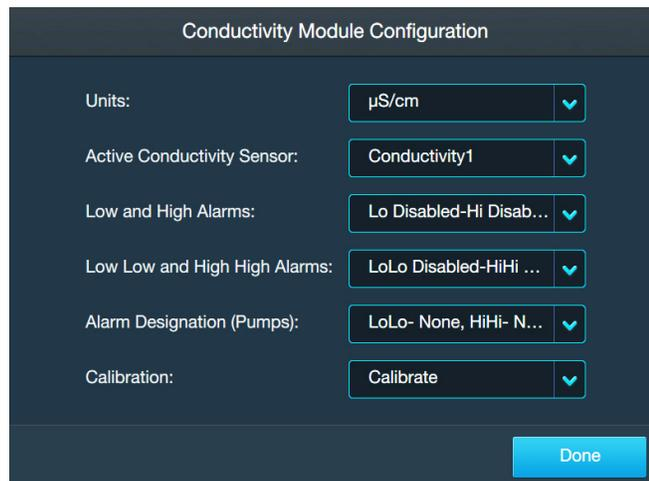

Abbildung 3.36. Bildschirm „Conductivity Module Configuration“ (Konfiguration des Moduls „Leitfähigkeit“).
Verwenden Sie die folgenden Informationen und Schritte, um das Modul „Conductivity“ (Leitfähigkeit) zu konfigurieren. Alle nachstehend aufgeführten Felder sind in Abbildung 3.36 dargestellt. **Hinweis:** Sie können während der Konfiguration eines Moduls jederzeit im unteren Bereich des Konfigurationsbildschirms auf „Done“ (Fertig) tippen. Dadurch werden Ihre Eingaben gespeichert, und Sie können beim nächsten Öffnen der Modulkonfiguration dort weitermachen, wo Sie aufgehört haben.
1. Gehen Sie auf dem Bildschirm „Home“ (Start) der Touchscreen-Konsole zum Modul „Conductivity“ (Leitfähigkeit) und tippen Sie auf „Configure“ (Konfigurieren). Der Bildschirm „Conductivity Module Configuration“ (Konfiguration des Moduls „Leitfähigkeit“) wird angezeigt (Abbildung 3.36). Tippen Sie auf das Feld „Units“ (Einheiten).